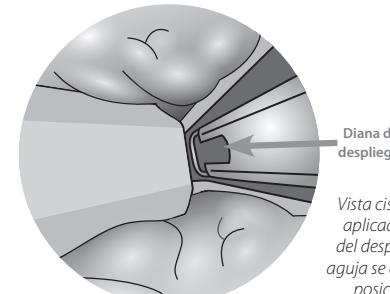

Figura 4
- 2.8 Coloque el aplicador UroLift de forma que la diana del despliegue (**figura 4**) esté contra el lóbulo prostático diana en dirección lateral.